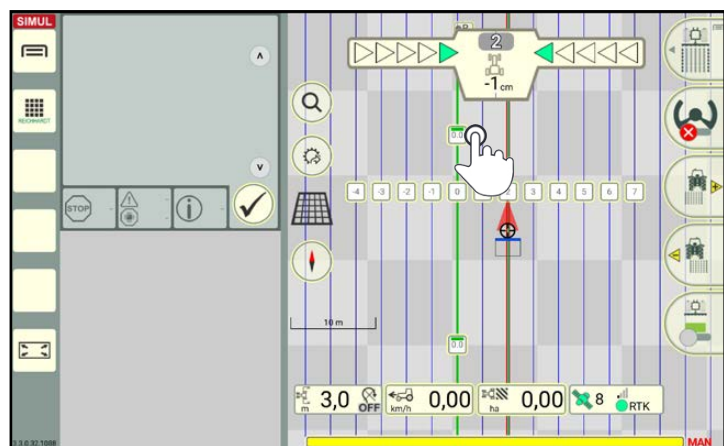

Abb. 168: Referenzspurmarker antippen
1. Tippen Sie auf einen Spurmarker (idealerweise den Referenzspurmarker) (siehe Abb. 168).